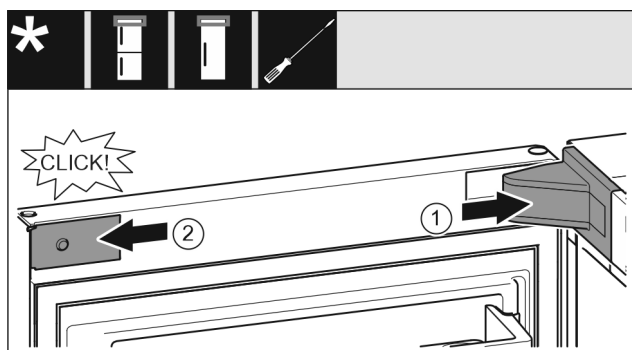

Fig. 19
- ▶ Stavite pokrov podloška ležaja i pustite ga da uskoči, po potrebi ga oprezno razdvojite. Fig. 19 (1)
- ▶ Postavite masku bočno i pustite da uskoči. Fig. 19 (2)